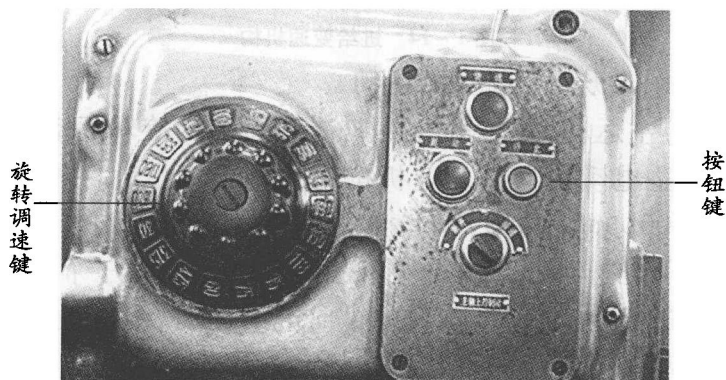

图 1-13 主轴变速机构
(8)主轴变速机构 位于床身中部,用来调整和变换主轴转速,如图 1-13 所示。铣床主轴的转速有 30、37.3、47.3、60、73、93、118、130、190、233、300、373、473、600、730、930、1 180和 1 500r/min 共 18 级。